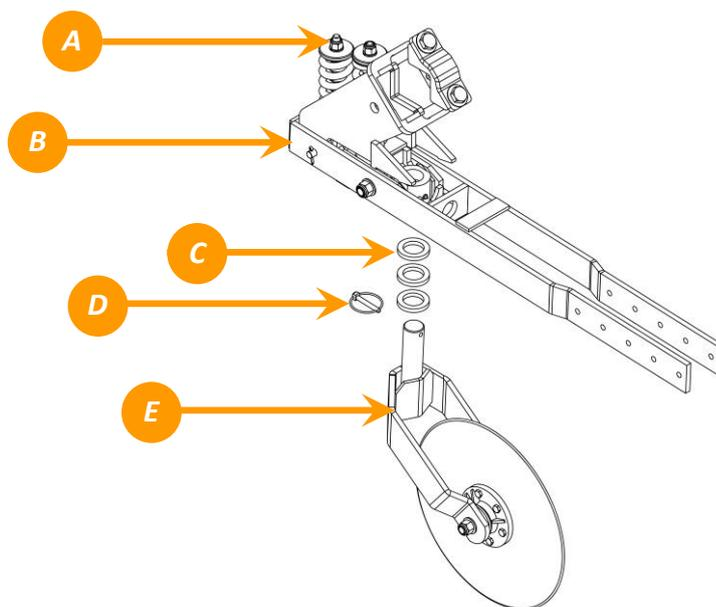

Figura 17 – Calços de altura do disco de corte
Monte as arruelas espaçadoras (C) na parte inferior (maior calagem) ou superior (menor calagem) do suporte da linha (B) conforme detalhe da figura 17 para alcançar a profundidade desejada do disco de corte. Faça esta operação com a máquina erguida e calçada com os pés de apoio em solo firme. Retire o pino quebrado (D) e o suporte (garfo) do disco (E) possibilitando a montagem das arruelas.